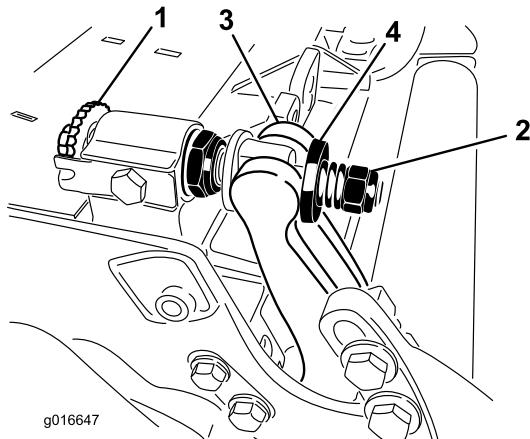

Bild 28
- Drehen Sie die Federspannungsmutter so weit hinaus, bis die Scheibe nicht mehr gegen den Untermesserträger angespannt ist (Bild 28).